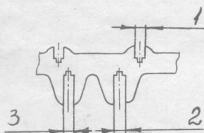

Рис. 10. Рычаг реек в сборе
8. Рейки правая и левая (Рис. 10)